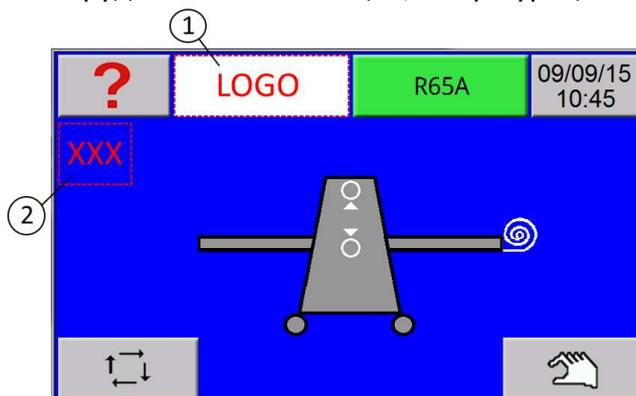
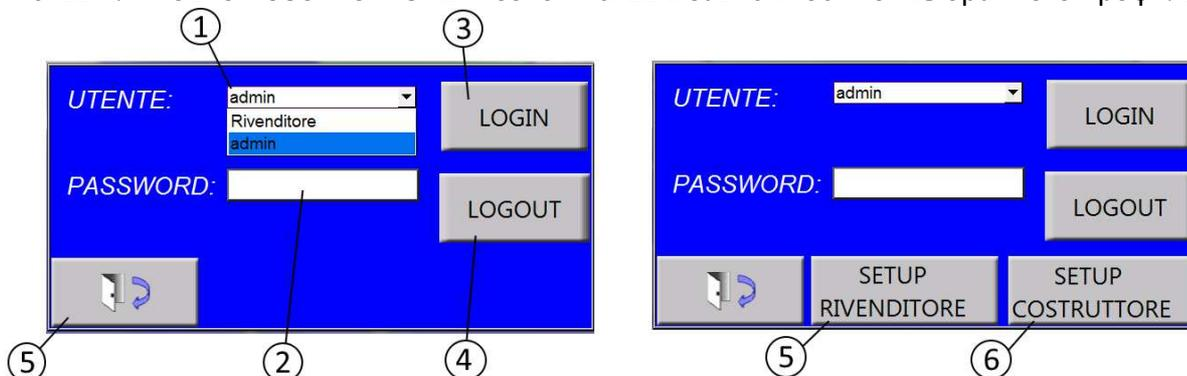

Рисунок 10
Рисунок 11
на поз. 2 Рис. 10. После чего необходимо выбрать изменяемые параметры, внесённые продавцом или параметры, внесённые производителем из. 1 Рис. 11: два профиля защищены разными паролями и позволяют изменять особые параметры профиля. Прикоснувшись к полю "ПАРОЛЬ" (PASSWORD) из. 2 Рис. 11 на экране появится виртуальная клавиатура посредством которой введите пароль и нажмите кнопку "Enter". Нажмите кнопку "LOGIN" из. 3 Рис. 11 и если введённый пароль корректный, на экране появится кнопка "SETUP RIVENDITORE" поз. 5 Рис. 11 или "SETUP COSTRUTTORE" поз. 6 Рис. 11 в зависимости от выбранного профиля.
После нажатия кнопки "SETUP COSTRUTTORE" из. 6 Рис. 11 вы сможете войти в меню, изображённое на рисунке 12.
4. ФИРМЕННЫЙ ЗНАК: позволяет ввести индивидуальный фирменный знак на основной странице (см. из. 1 Рис. 10). Это изменение может быть выполнено исключительно производителем и поэтому запрашивается дополнительный пароль.